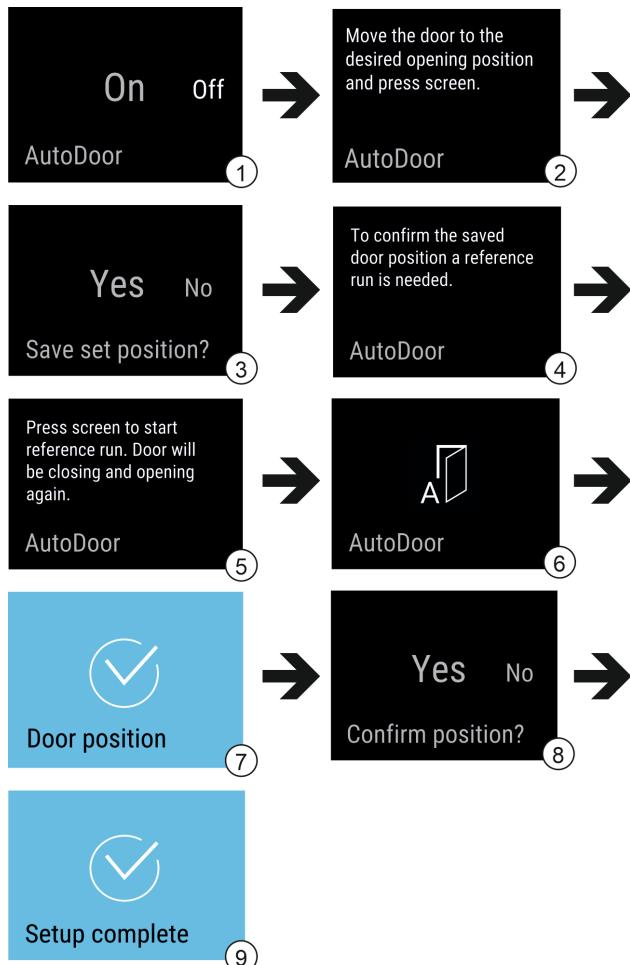

Fig. 13 Приклад відображення індикації англійською мовою
- Активувати AutoDoor: індикацію на дисплей перемістити на On. Fig. 13 (1)
- Утримувати дисплей натиснутим протягом 3 секунд. Fig. 13 (1)
- Конфігурувати кут розкриття дверей: Відкрити двері мінімум на 70°. Fig. 13 (2)
- Підтвердити кут розкриття дверей: Торкнущись повідомлення на дисплей. Fig. 13 (3)
- Запустити встановлення у початкове положення: Торкнущись дисплею. Fig. 13 (5)
- Дисплей блимає. Fig. 13 (6)
- Встановлення у початкове положення успішне: Дисплей стає блакитним на 2 секунди. Fig. 13 (7)
- Підтвердити кут розкриття дверей. Fig. 13 (8)
- Дисплей стає блакитним. Fig. 13 (9)